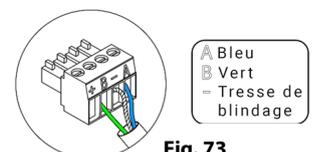

Fig. 73
Pour la connexion au bus unité de la platine centrale (2), vous disposez de 1 borne à 5 broches. Fixez les câbles à l'aide des vis de la borne, en respectant le code couleur (Fig. 73).